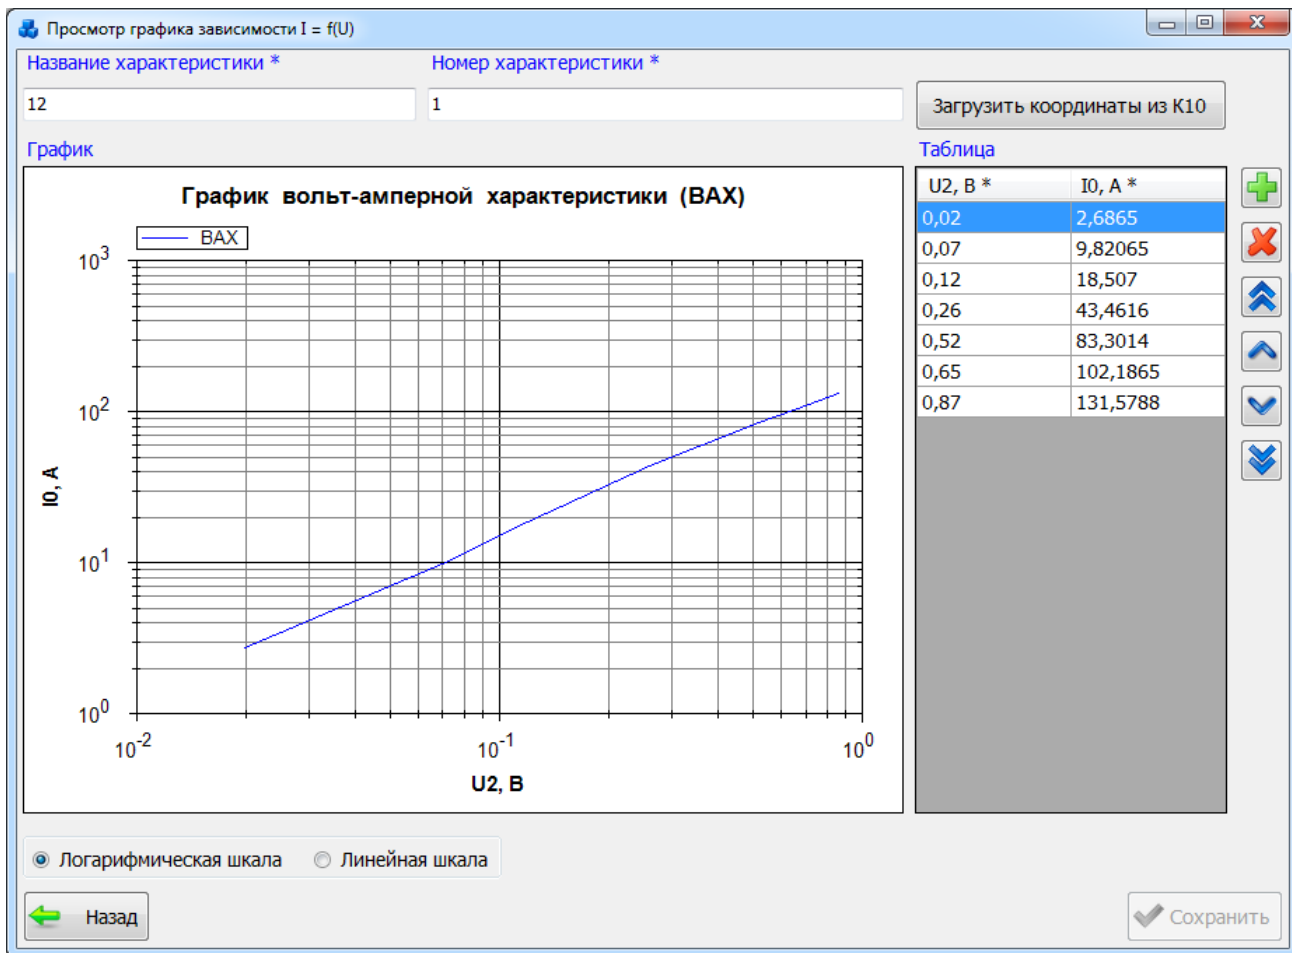

Рисунок 3.9.92
- «Просмотр ВАХ» (Рисунок 3.9.90) - просмотр графика ВАХ для выбранного трансформатора тока (Рисунок 3.9.92).